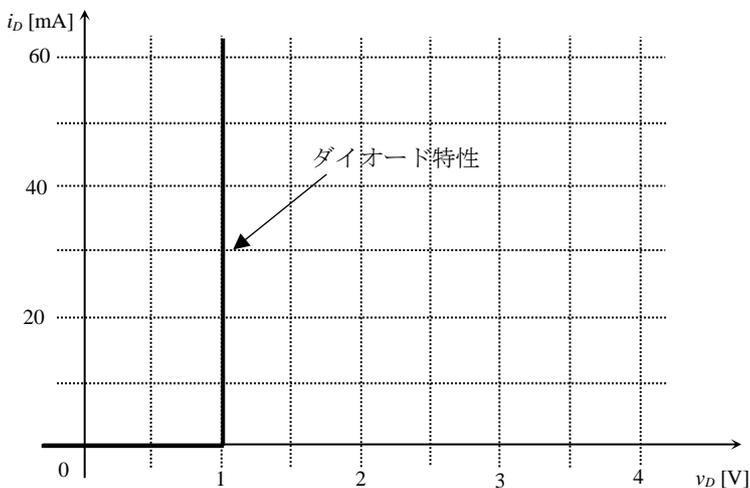
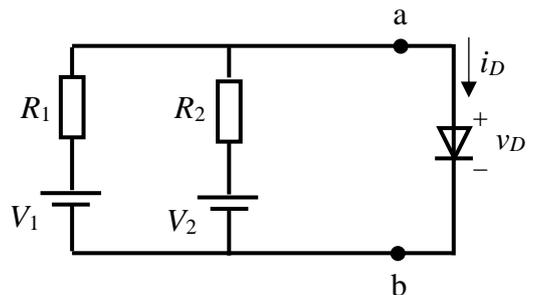

図 4
図 5
ダイオード特性を図4で示されるものとする。このとき、図5の回路におけるダイオードの電圧 v_D と電流 i_D をグラフ解析により求める。ただし、 $V_1=3.2$ [V]、 $V_2=2.2$ [V]、 $R_1=100$ [Ω]、 $R_2=400$ [Ω]とする。
- (1) a-b 端の左側をテブナンの定理により等価回路に置き換えるときの等価電圧源 V_{Th} と等価インピーダンス Z_{Th} を求めよ。
- (2) 解答用紙のグラフに図5の回路の負荷線を記入せよ。
- (3) 負荷線を記入したグラフよりダイオードの電圧 v_D とダイオードに流れる電流 i_D を求めよ。